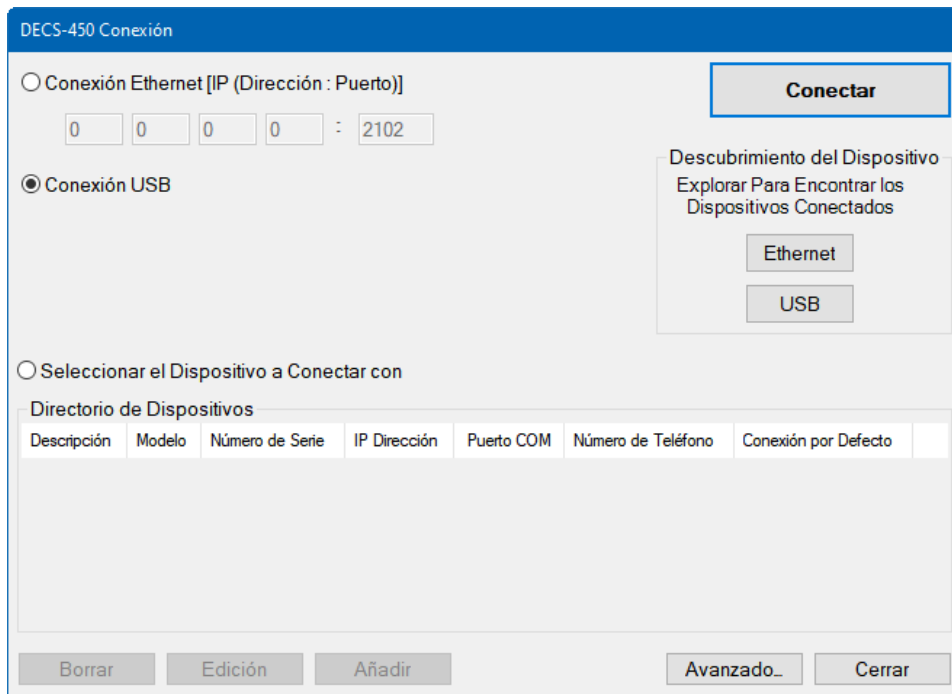

Figura 20-6. Ventana de conexión DECS-450
2. En BESTCOMSPlus, haga clic en *Comunicación*, *Nueva conexión*, *DECS-450* o haga clic en el botón *Conexión* en la barra de menú inferior. Aparece la ventana Conexión DECS-450. (Figura 20-6)